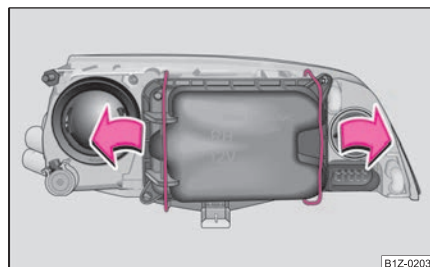

Fig. 230 Desmontaje de la cubierta para la luz de posición y de cruce
- Presione el estribo de alambre a un lado en el sentido de la flecha y desmonte la cubierta ⇒ página 258, fig. 230.